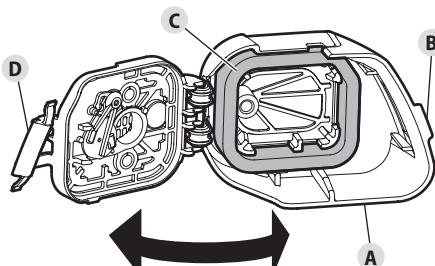

Fig. 19
1. Ouvrez le couvercle du filtre à air (Fig. 19-A) : Faites un crochet avec vos doigts derrière la languette du couvercle (Fig. 19-B). Pour déverrouiller le couvercle du filtre à air, tirez-le vers la gauche, en l'éloignant du moteur. Vous devrez peut-être tirer fortement. Faites basculer le couvercle du filtre vers la droite.
2. Retirez le filtre à air (Fig. 19-C) de l'intérieur du couvercle du filtre.
- Fermez le couvercle du filtre à air : basculez le couvercle du filtre vers la gauche et appuyez dessus jusqu'à ce que la patte de verrouillage (Fig. 19-D) s'enclenche en position fermée.